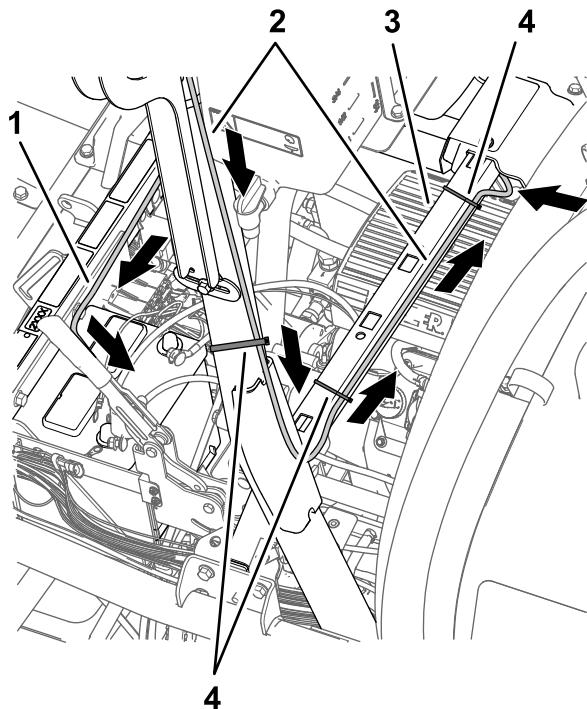
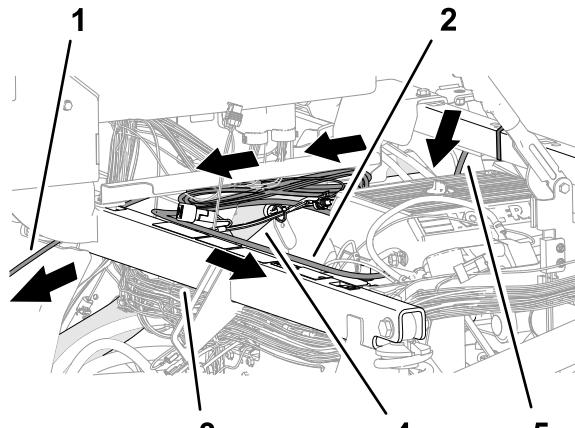

Figura 201
Figura 203
1. Encaminhe a cablagem de dados e a cablagem da bateria para baixo e para trás da barra de segurança vertical esquerda para a travessa de suporte do banco (Figura 201).
2. Prenda a secção com 390 cm da cablagem dos dados do recetor de navegação à barra de segurança como se mostra na Figura 201.
5. Encaminhe a cablagem de dados e cablagem da bateria através da travessa de suporte do banco e prenda a secção de 390 cm da cablagem de dados para a travessa com duas braçadeiras de cabos (Figura 201 e Figura 203).
6. Encaminhe a secção com 220 cm da cablagem da bateria ao longo do tubo da estrutura superior direita (Figura 203).
7. Encaminhe a secção com 220 cm da cablagem da bateria através do tubo de suporte do para-choques em direção à bateria (Figura 203).
8. Encaminhe a secção com 220 cm da cablagem dos dados (a secção da cablagem com o conector de 26 tomadas) por baixo da consola de controlo e para a frente na direção do painel de controlo (Figura 203).